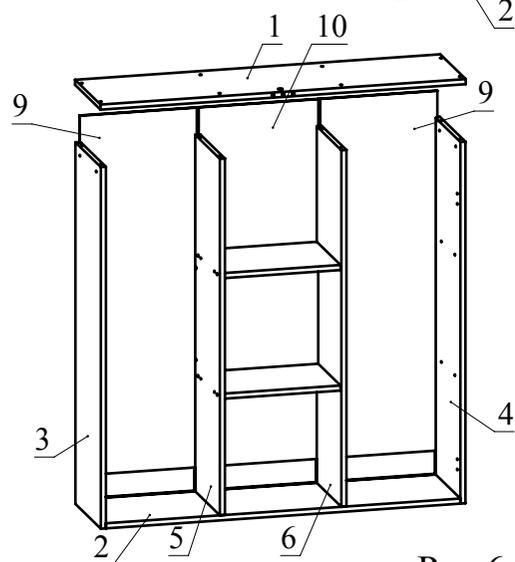

Рис.6
5. Соединить при помощи конфирматов детали 10 (5 шт.) с деталью 6. Установить деталь 4 на детали 10 (5 шт.) и зафиксировать, повернув конфирматным ключом головки минификсов по часовой стрелке до упора (Рис. 6).
9. Вставить в пазы деталей 2, 3, 4 задние стенки ДВП- детали 9 (2шт.), 10 (Рис. 6).
10. Соединить при помощи конфирматов деталь 1 с деталями 5, 6 (Рис. 6).